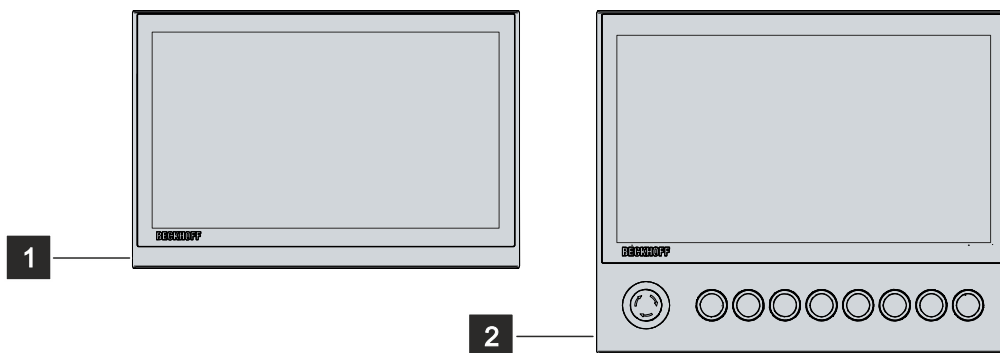

Abb. 1: Ohne und mit Tastererweiterung
Erläuterungen zur Tastererweiterung und den Funktionen erhalten Sie in der Installations- und Betriebsanleitung zur C9900-G0xx. Abbildung 1 stellt beispielhaft ein Control Panel ohne (1) und mit (2) Tastererweiterung gegenüber.